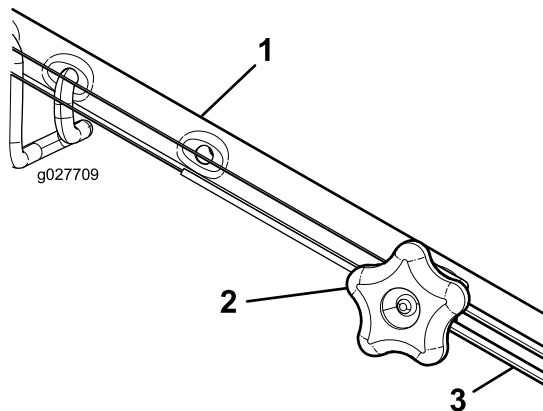

Figura 40
- Gire el pomo de ajuste en sentido antihorario para aflojar el cable (Figura 40).
- Ajuste la tensión del cable (Figura 40) tirando del mismo hacia atrás o empujándolo hacia adelante, y sujételo en esa posición.